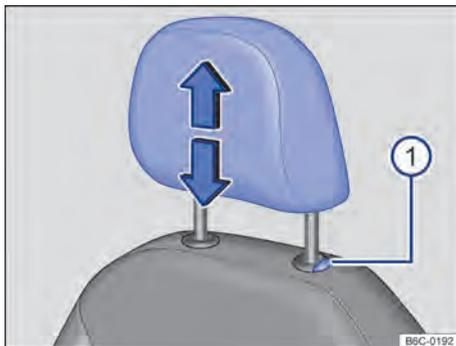

Fig. 68 Apoio para cabeça dianteiro: ajustar.
- Deslocar o apoio para cabeça para cima ou para baixo na direção da seta com o botão → Fig. 68 ① pressionado → ▲ em *Introdução ao tema* na página 85.